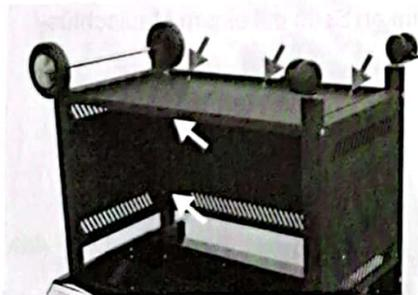

Abb. 15
- Setzen Sie die Rückwand ein und schrauben Sie diese mit 4 kurzen Schrauben an den Seitenteilen fest (Abb. 15/Pfeile, weiß).
- Schrauben Sie die Rückwand mit 3 kurzen Schrauben, Unterlegscheiben und Muttern zusätzlich an der Bodenplatte fest (Abb. 15/Pfeile, grau).